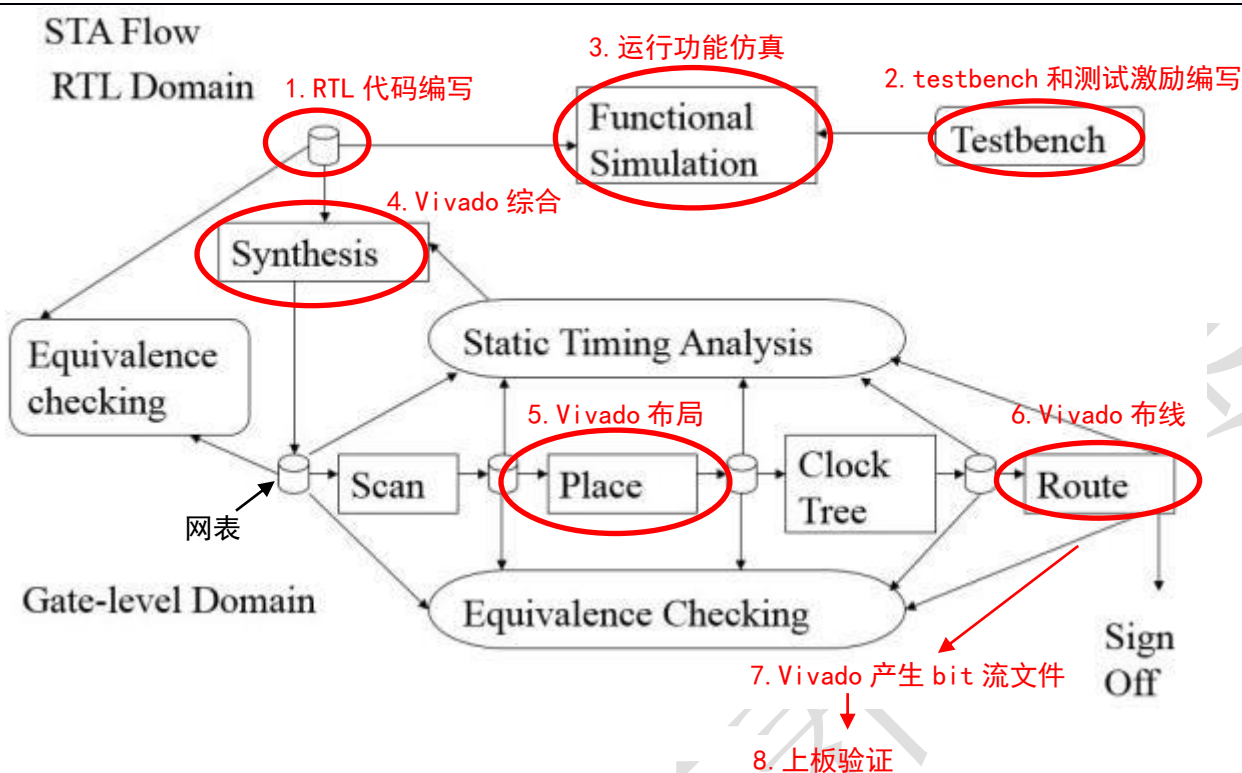

图 1-1 数字电路设计与 FPGA 开发对照图
在图 1-1 中用红色标出了 FPGA 开发的流程，FPGA 开发的流程和一般数字电路设计的流程主体部分是对应的。但在最后步骤时，FPGA 开发不是生成电路版图，而是生成 bit 流文件，并下载到 FPGA 开发板上进行运行。
本章的 1.4 节涉及图 1-1 中的第 2、3 步，1.6 节涉及图 1-1 中的第 4、5、6、7、8 步。
1.5 节“添加约束文件”则是综合与布局布线之间的步骤。在图 1-1 中的“Static Timing Analysis”（静态时序分析，简称为 STA）也需要添加约束文件，只是一般数字电路设计中的约束文件只是时序、cell 单元、布局上的约束。而 FPGA 的设计约束除了这些外，还起到引脚绑定的作用。在本学期的实验中，约束文件更多的作用就只是引脚绑定，具体请详细阅读本章 1.5 节。